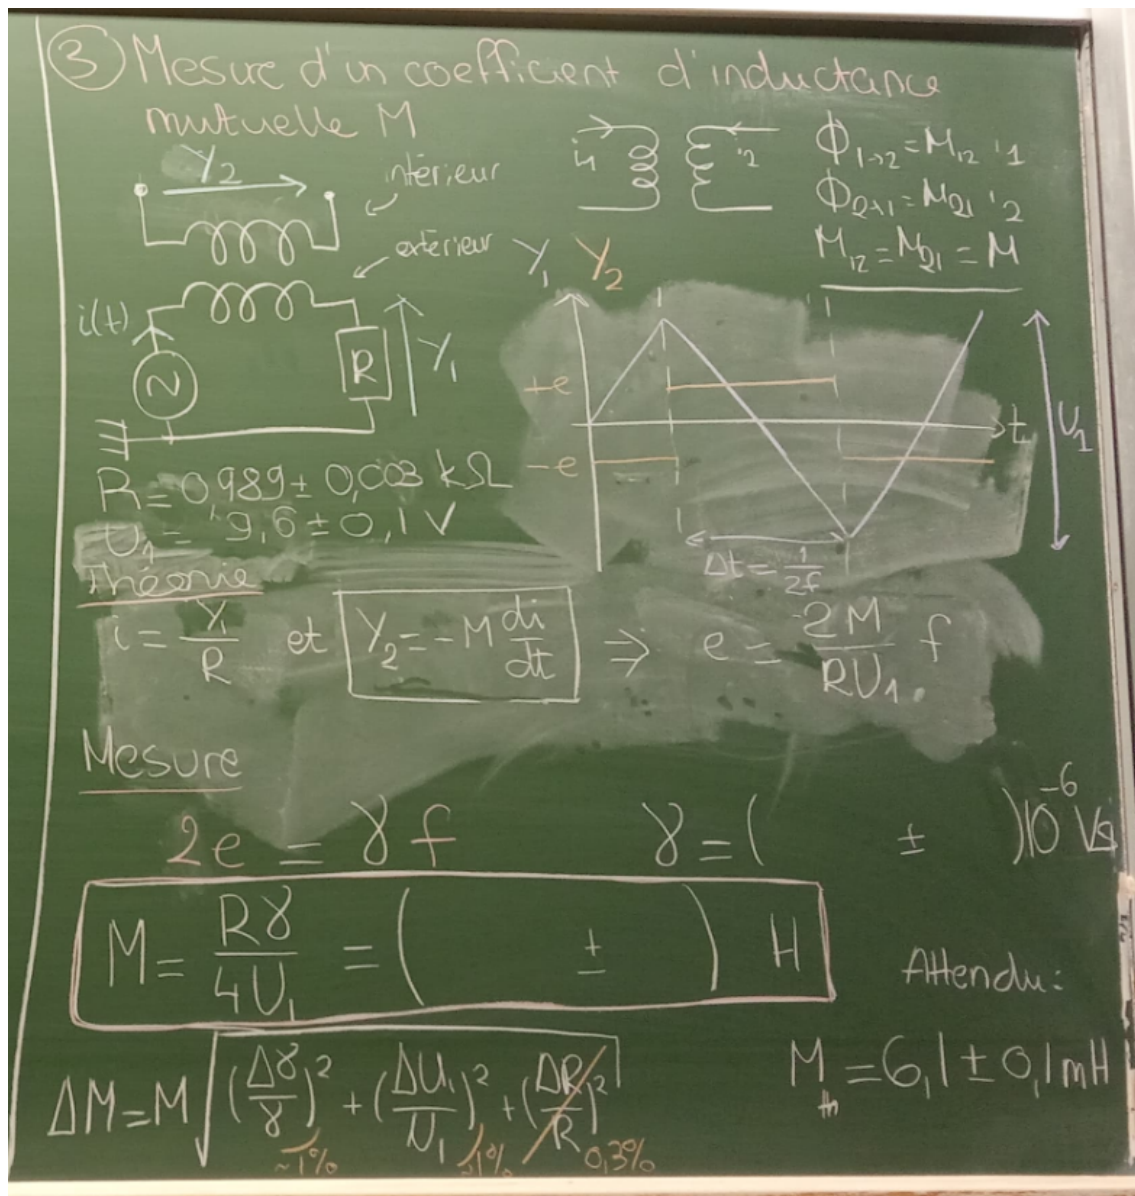

FIGURE 5 – Schéma du montage. Erreur : pas $e = \frac{2M}{RU_1} f$ mais $e = \frac{2MU_1}{R} f$.
Principe : On veut envoyer un courant triangulaire dans la bobine extérieure (1), alors on aura e carrée aux bornes de la bobine intérieure (2). Alors $e = -M \frac{di}{dt} = -M \frac{du_R/R}{dt}$ et en amplitude $e = \frac{2MU_1}{R} f$ (voir schéma Figure 5).
- L'inductance mutuelle se calcule par la formule suivante, on néglige l'incertitude sur R (voir valeurs sur le tableau Figure 5) :